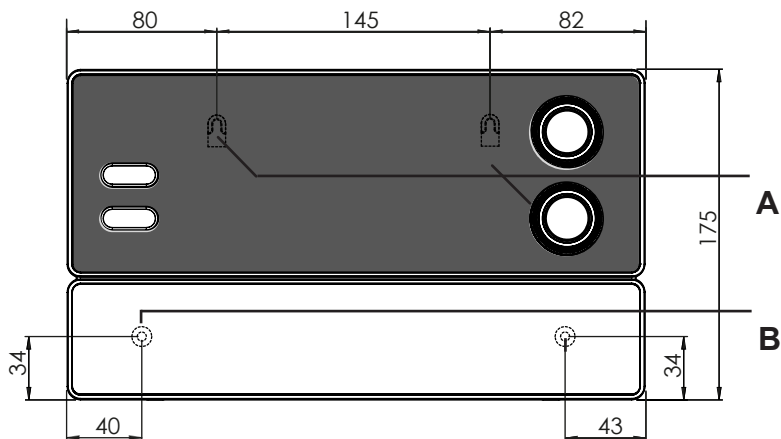

Bild1 Position på upphängningsanordningen och monteringshålen (mått i mm)
1. Skruva in två stjärnskruvar (16 mm) på ca 1,70 m höjd i bastuväggen tills 7 mm sticker ut. De båda skruvarna måste ha ett avstånd på 145 mm (se **Bild1**).
3. Häng upp styrenheten i upphängningsanordningen **A** på de inskruvade stjärnskruvarna (se **Bild1**).
4. Skruva in två stjärnskruvar (16 mm) i de nedre hålen **B** (se **Bild1**).